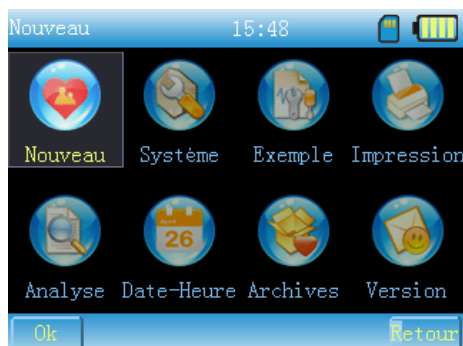

Fig. 13-2-4
3.  Cliquer sur cette icône ou sur la touche de menu pour entrer dans le menu principal, comme illustré à la Figure 13-2-4.